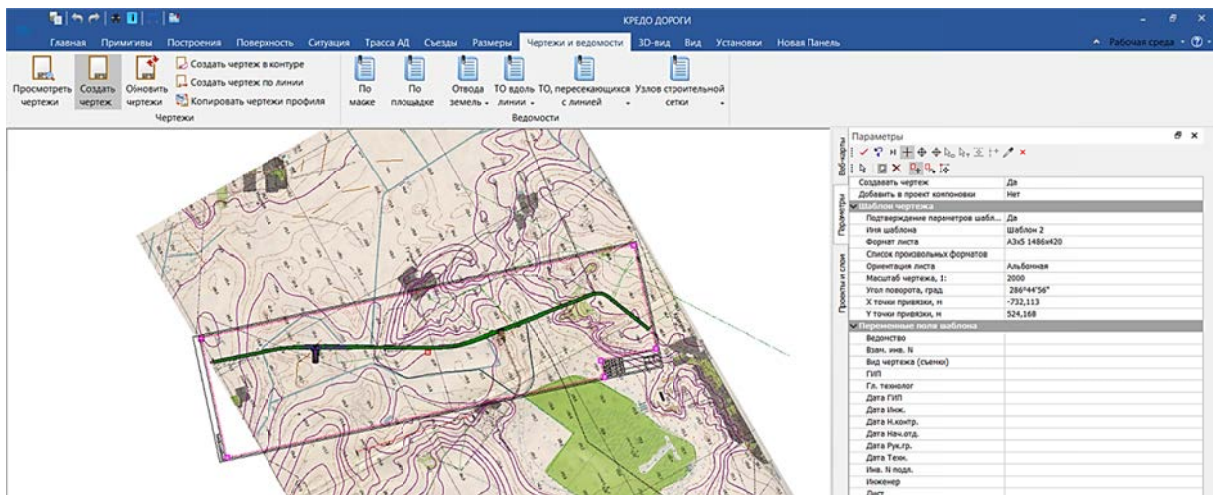

Рис. 6.4. Настройка параметров создания чертежа плана трассы
3. На локальной панели **Параметры** настраиваем: *Имя шаблона*, подбираем *Формат листа*, *Ориентацию листа*, *Масштаб чертежа* (для вывода полностью всего участка автомобильной дороги) (рис. 6.4).